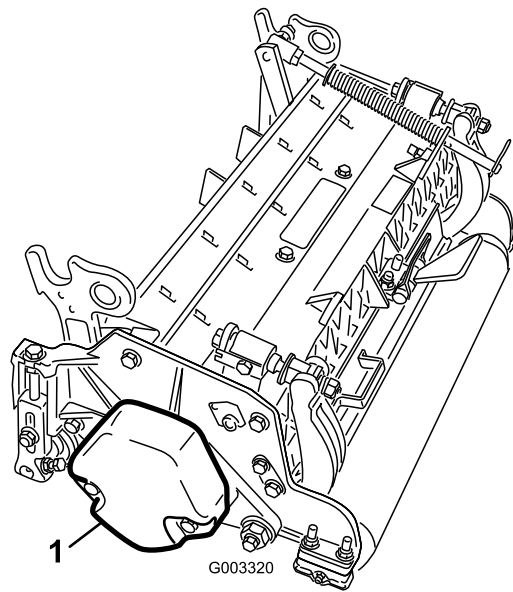

Figura 9
4. Asegúrese de que el contrapeso (Figura 9) está instalado en el extremo correcto de la unidad de corte, según lo indicado en el *Manual del operador* de la unidad de corte.